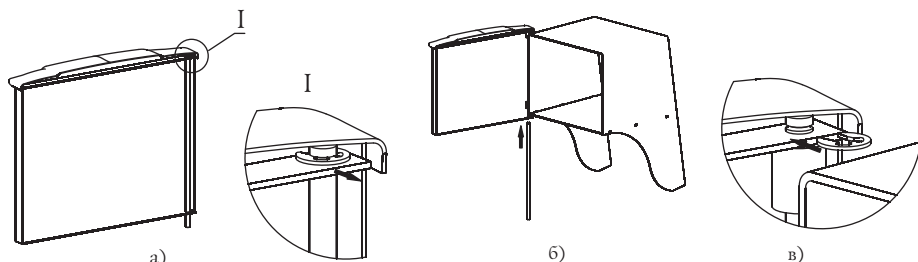

Рисунок 8. Установка дверцы при монтаже печи «Аврора».
1. Извлеките ось из дверцы, предварительно сняв упорную быстросъемную шайбу, рисунок 8.а;
3. Вставьте ось через отверстия снизу вверх, с расположением канавки под шайбу в верхней части оси, рисунок 8.б;